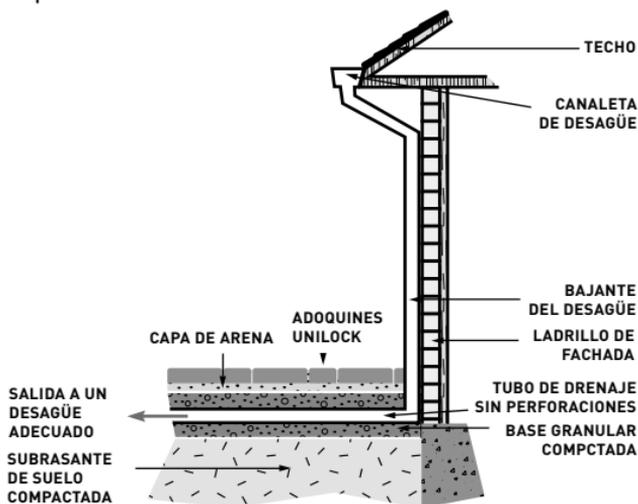

Figura 13. Desagües del Techo
**Canaletas:** Rediseñar el recorrido de las canaletas para que el agua del techo o azotea sea desviada de las áreas adoquinadas es una forma económica de proteger la integridad de la instalación y es muy fácil realizarlo al iniciar el proyecto (Figura 13). Es posible que sea necesario excavar las zanjas a mano, para poder conferirle una pendiente adecuada a la tubería.